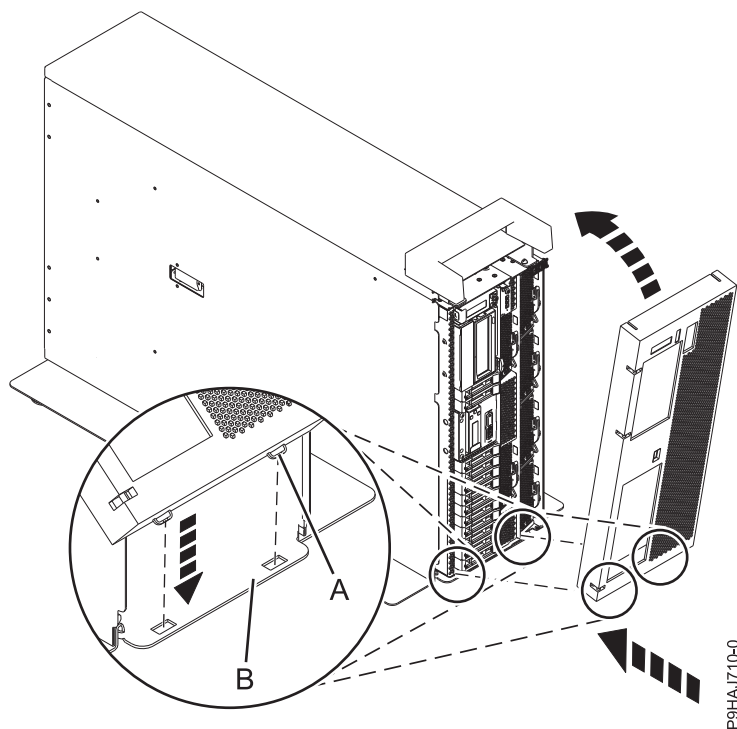

Figura 23. Instalación de la cubierta y de la puerta frontales
2. Alinee la cubierta hasta que las dos pestañas (A) de la cubierta encajen en las ranuras de la placa base (B), como se muestra en la Figura 23 en la página 41.